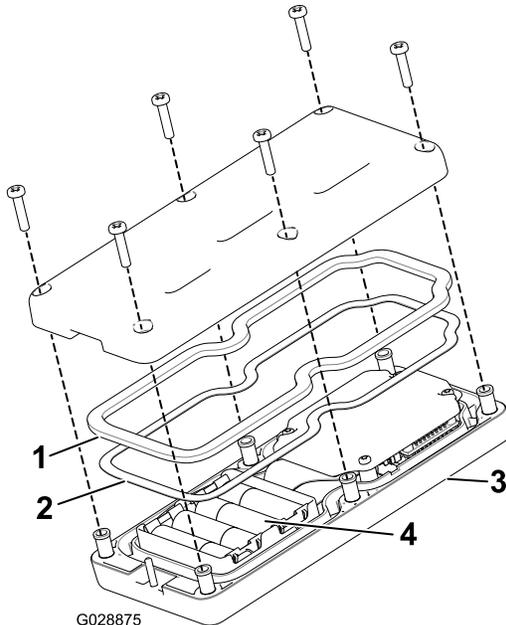

Bild 18
- Legen Sie die Batterien in das Batteriefach ein und achten Sie auf die richtige Polarität. (Wenn die Batterien falsch eingelegt sind, wird das Gerät nicht beschädigt; es funktioniert jedoch nicht.) Das Fach hat Polaritätsmarkierungen für jeden Anschluss (Bild 18).
- Befestigen Sie die Abdeckung mit sechs Schrauben (Bild 18) und ziehen sie bis auf 1,5-1,7 Nm an.
- Stellen Sie sicher, dass die Stahldichtung und die Gummidichtung im Kanal in der Fernbedienung liegen und setzen Sie die Rückabdeckung auf (Bild 18).